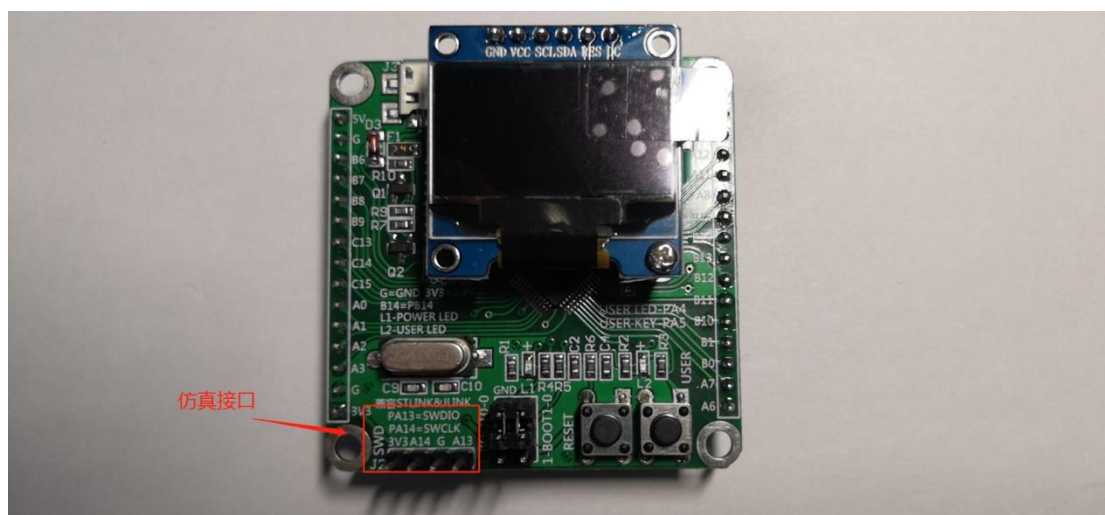

图 7
- 2, 杜邦线的另一端红、蓝、黑、黄通过排母连接至主控板仿真接口 SWD 的 3V3、A14、G、A13 端, 如图 7 所示;